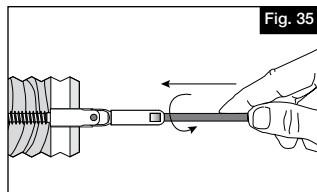
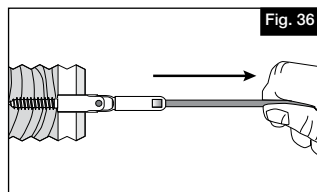

Fig. 35
Fig. 36
- Insérer les câbles coupés environ 1-1/16 po (27 mm) dans les raccords jusqu'à ce qu'on sente qu'ils reposent sur une butée dure (Fig. 35), puis tirer contre le raccord pour fixer les cales dans le raccord (Fig. 36).